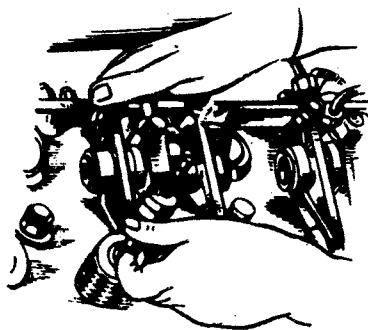

Рис. 83. Снятие оси коромысел
5. Отвернуть гайки крепления осей коромысел. Снять оси коромысел вместе с коромыслами (рис. 83), вынуть штанги.